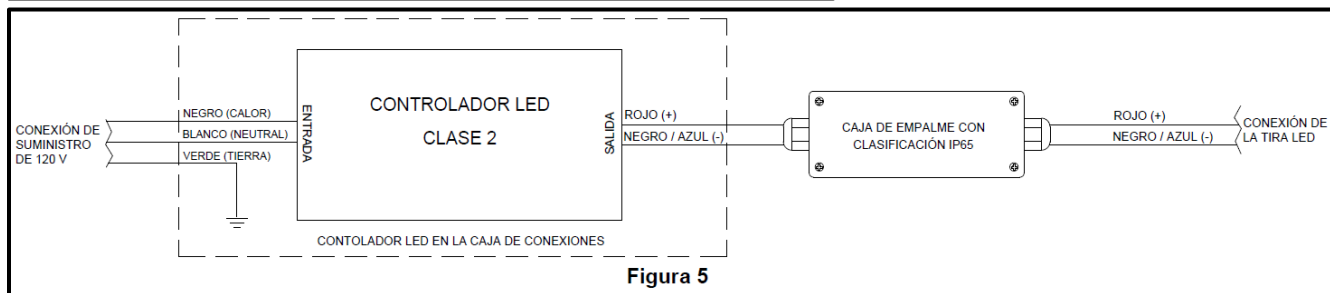

Figura 5
- Las tiras LED para lugares húmedos se suministran con cables de 3 ft de largo. Si son necesarios cables más largos, se puede utilizar una caja de empalme IP65 aprobada para realizar la conexión extendida a la tira LED (Figura 5).